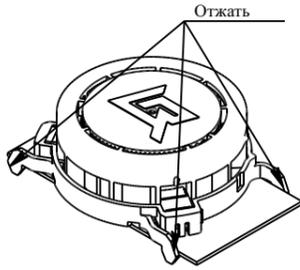

Рисунок 3
- б) отжать замки на дымовой камере (рисунок 3) и снять ее;